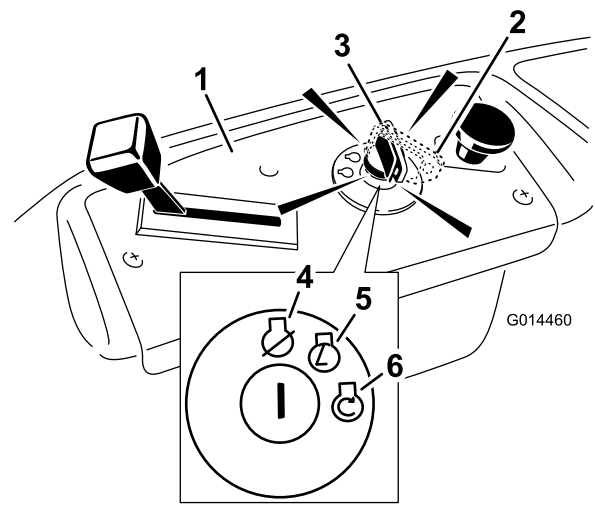

Figure 14
4. Tournez la clé de contact en position de démarrage pour activer le démarreur. Relâchez la clé quand le moteur démarre (Figure 14).
2. Placez la manette d'accélérateur en position de Régime maximum (Figure 14).